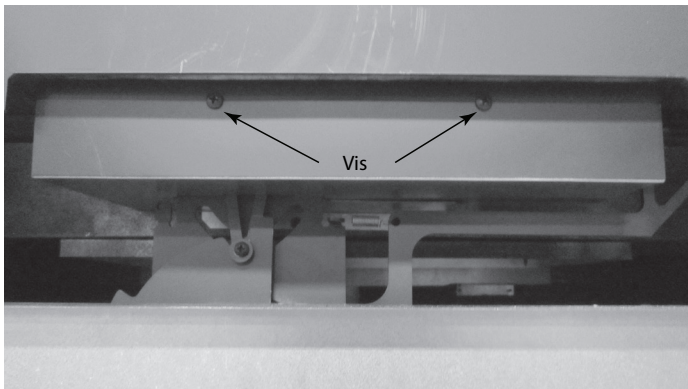

Figure 4.37 Couvercle de la chambre de distribution
14. Réinstallez le couvercle de la chambre à air. Voir la figure 4.37.